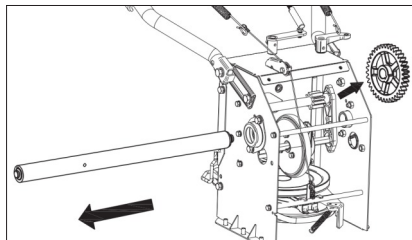

Рис. 39
- Снимите ведущий вал(рис. 39).